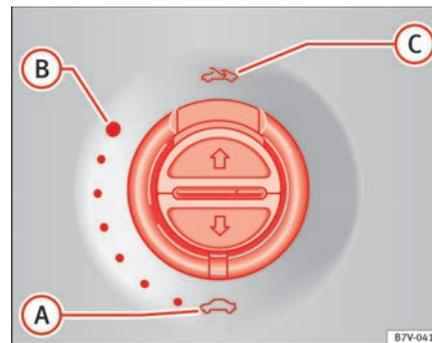

Abb. 61 Im Dachhimmel: Schalter drehen zum Öffnen und Schließen.
⇒ Seite 107, Abb. 61
- Schalter ⇒ Seite 107, Abb. 61 muss in Stellung „Geschlossen“ gedreht sein.